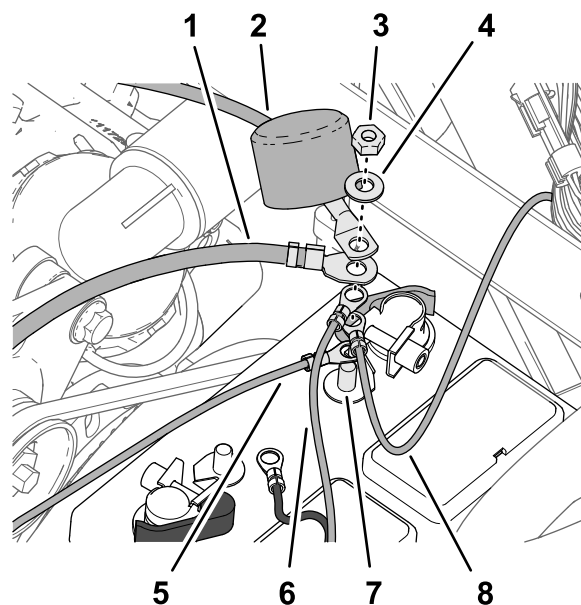

Figura 211
2. Monte os seguintes terminais do fio e cabo nos postes roscados do terminal positivo da bateria (**Figura 211**) na ordem seguinte:
4. Alinhe a cobertura de isolamento do cabo positivo da bateria para o arrancador sobre o poste roscado (**Figura 211**).